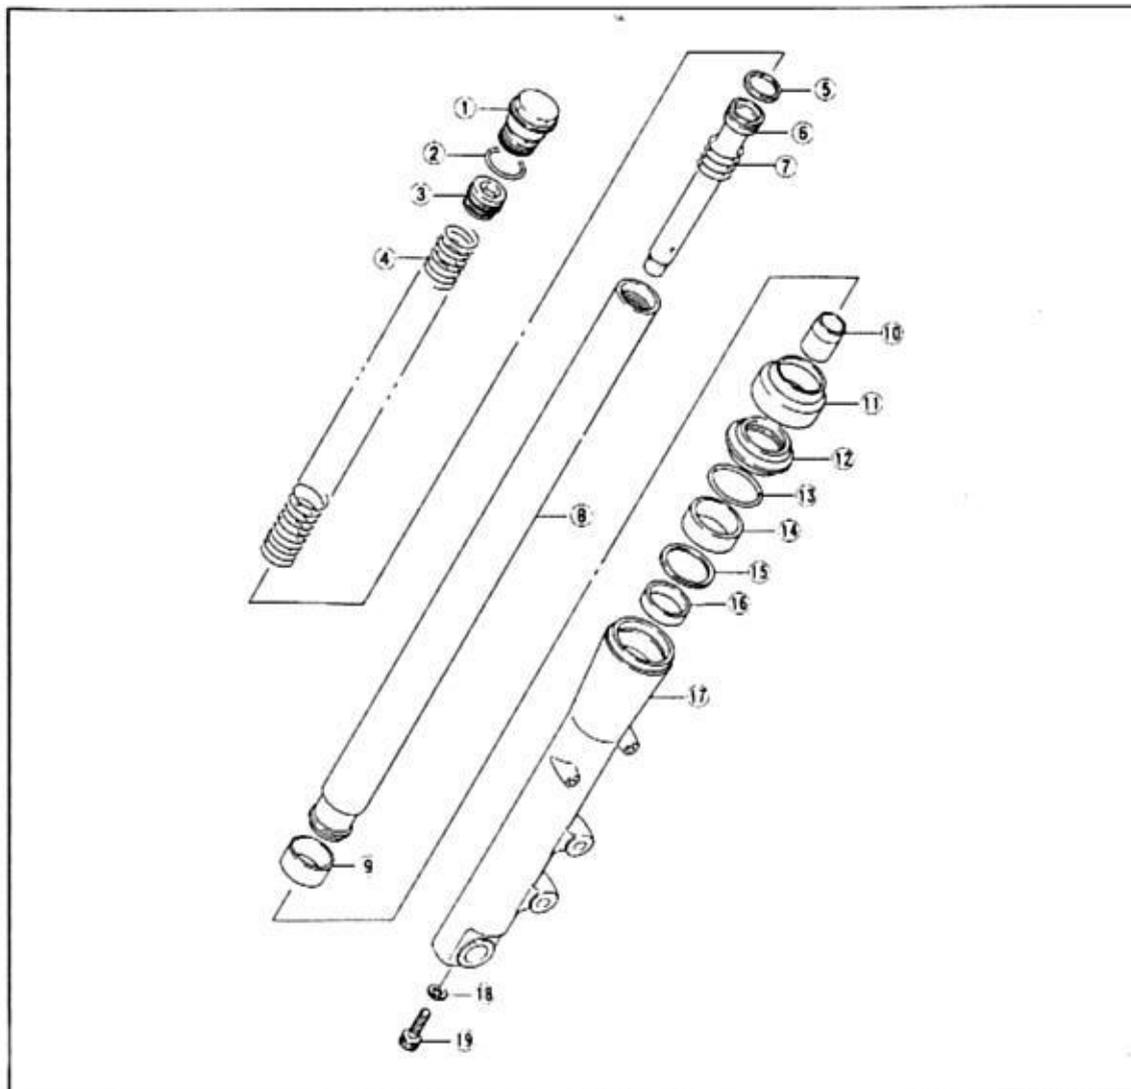
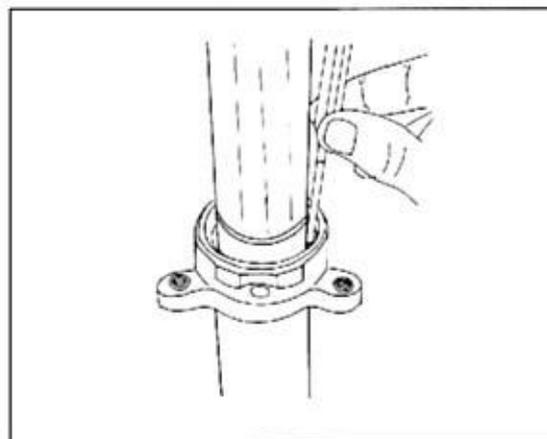

Bild 170
Bild 171
- Einzelteile der Gabel (Bild 170), insbesondere Wellen- und Staubdichtringe, mit sauberem Gabelöl anfeuchten.
- Tauchrohrbuchse 16 Bild 170 mit Sitzring schrittweise über Kreuz eintreiben (Bild 171).